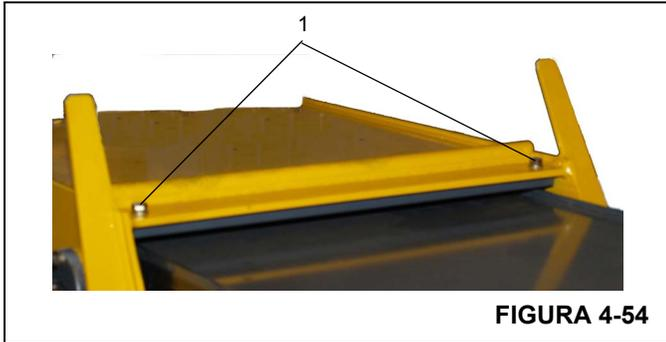

FIGURA 4-54
18. Instale a placa de recuo com as ferragens (Figura 4-54, 1) na parte superior interna da seção intermediária externa.